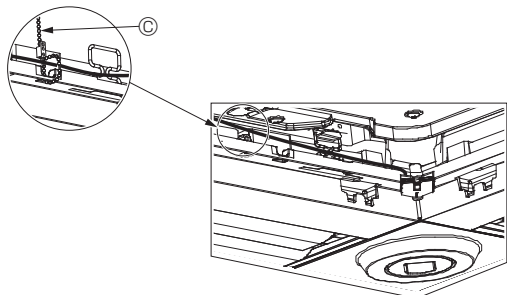

Fig. 5-13
- Sujete los cables del sensor i-See y del receptor de señales en el panel con el remache de la forma mostrada en el diagrama procurando que queden tensos, y luego corte el sobrante en el extremo del remache. (Fig. 5-13)
- Si la posición del sensor i-See ha cambiado de "o" (E) a "□" (F), cambie los ajustes de los conmutadores. (Consulte la página 78).